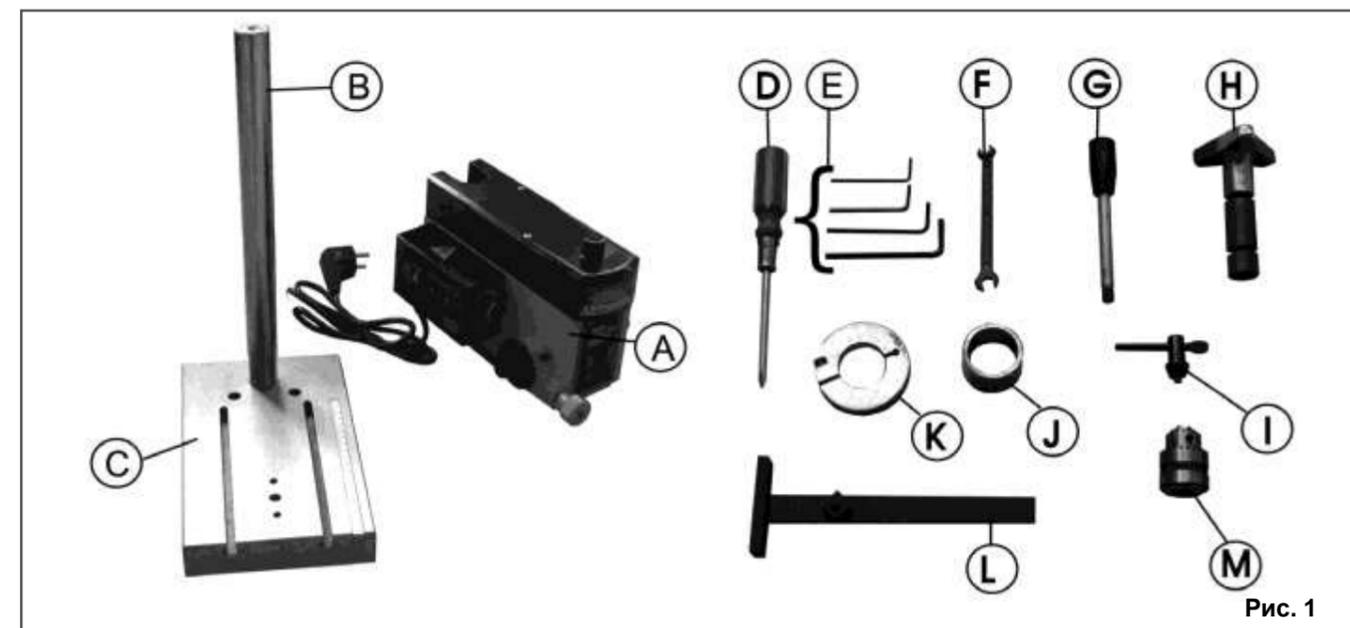

Рис. 1
3. КОМПЛЕКТНОСТЬ МАШИНЫ (Рис. 1)
8. СБОРКА (Рис. 1)